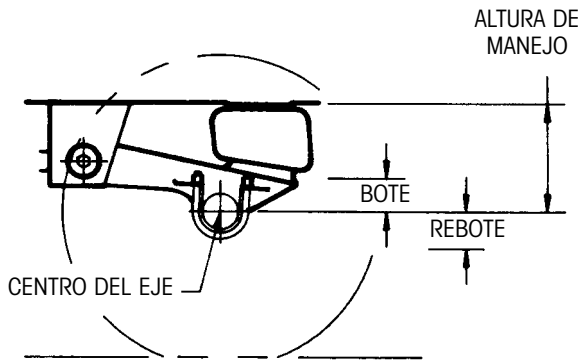

Figura 6. Viaje de la suspensión
**Bote** Cantidad máxima de viaje del eje hacia arriba permitida por la suspensión (Figura 6)
**Rebote** Cantidad máxima de viaje del eje hacia abajo permitida por la suspensión (Figura 6)